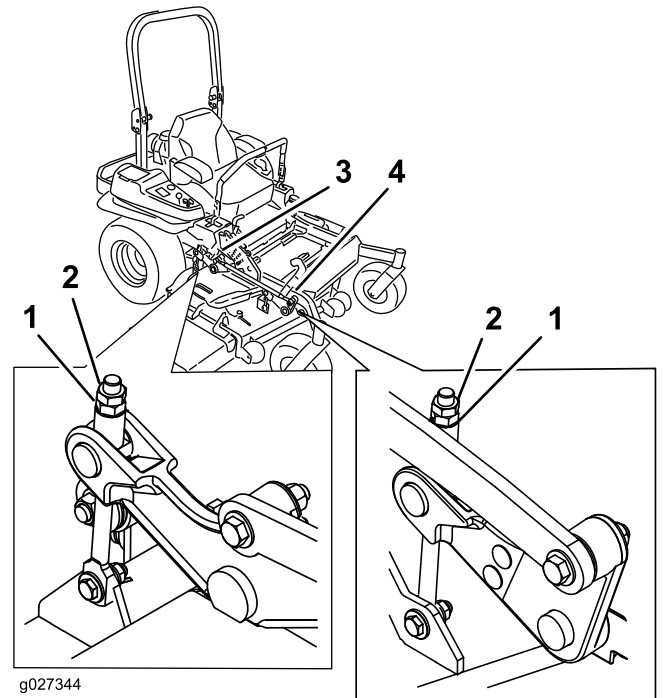

Figura 91
10. Para las carcasas de corte identificadas en Figura 91, gire la tuerca de ajuste del conjunto de elevación de la carcasa delantera para modificar la altura.